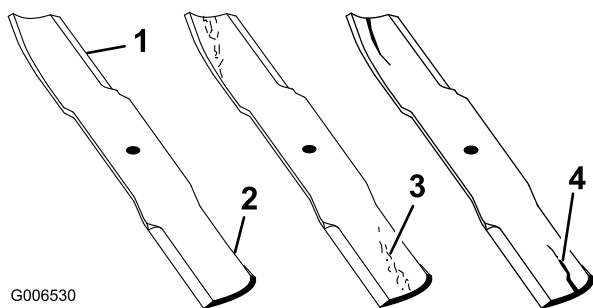

Figure 63
1. Examinez le tranchant des lames (Figure 63). Si les lames ne sont pas tranchantes ou si elles présentent des indentations, déposez-les et aiguisiez-les. Voir Aiguisage des lames.
2. Inspectez les lames, surtout la partie relevée (Figure 63). Remplacez immédiatement toute lame usée, endommagée ou qui présente une entaille (repère 3. de la Figure 63).